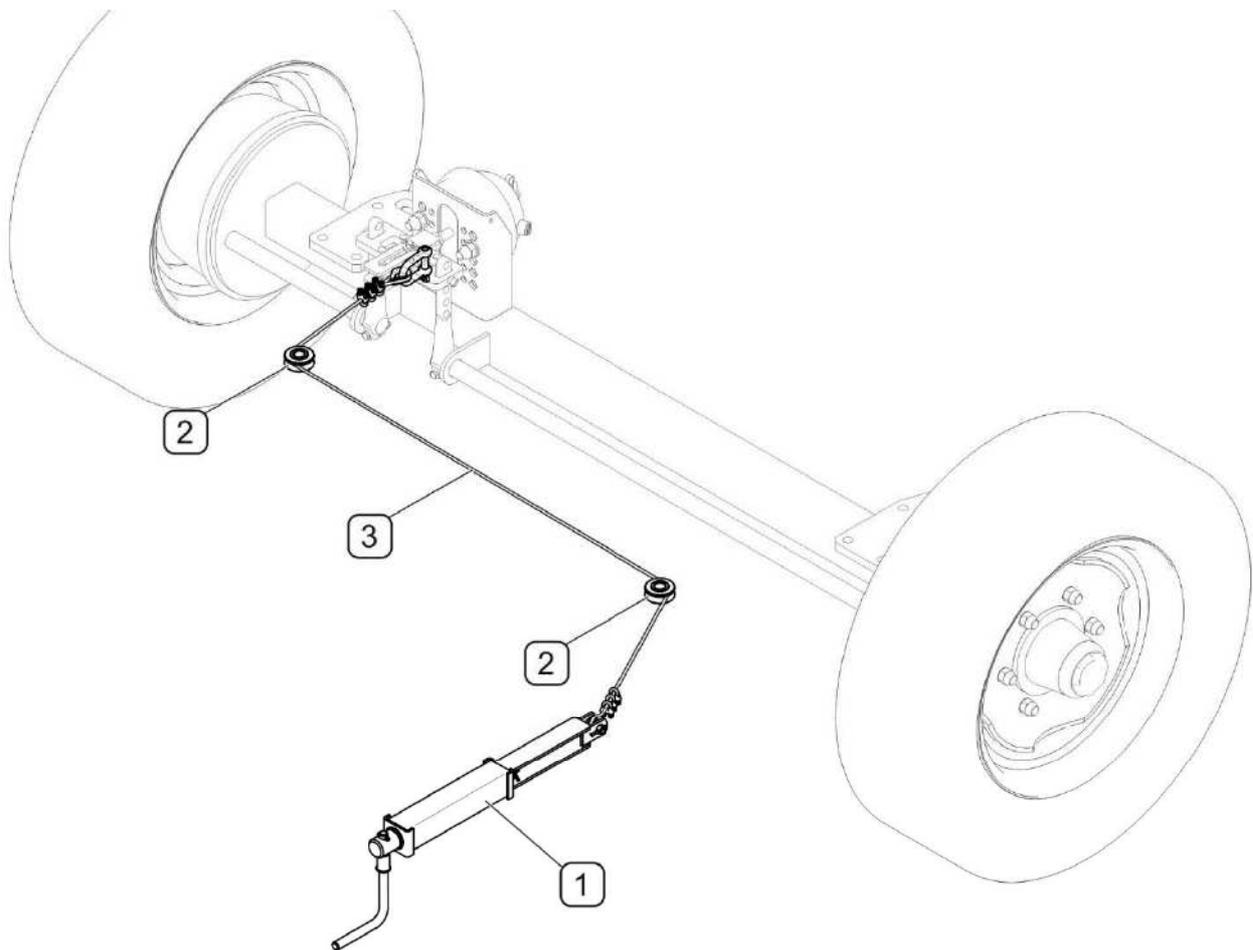

FIGURE 3.7 Frein de stationnement
(1) - le mécanisme de frein à manivelle; (2) - les roues de guidage; (3) – la ligne;
Le mécanisme de commande du frein de stationnement (FIGURE 3.7) se trouve en avant, du côté gauche du châssis de la balayeuse et sert à immobiliser la machine pendant le stationnement. Le frein est activé en tournant la manivelle (1) conformément à la direction des mouvements de la montre. Le mécanisme, en tirant la ligne en acier (3) provoque le débattement du levier de came et l'écartement des mâchoires de frein en immobilisant ainsi la machine. Pour enclencher le frein, il convient de tourner la manivelle du mécanisme de frein dans la direction contraire au mouvement de la montre.